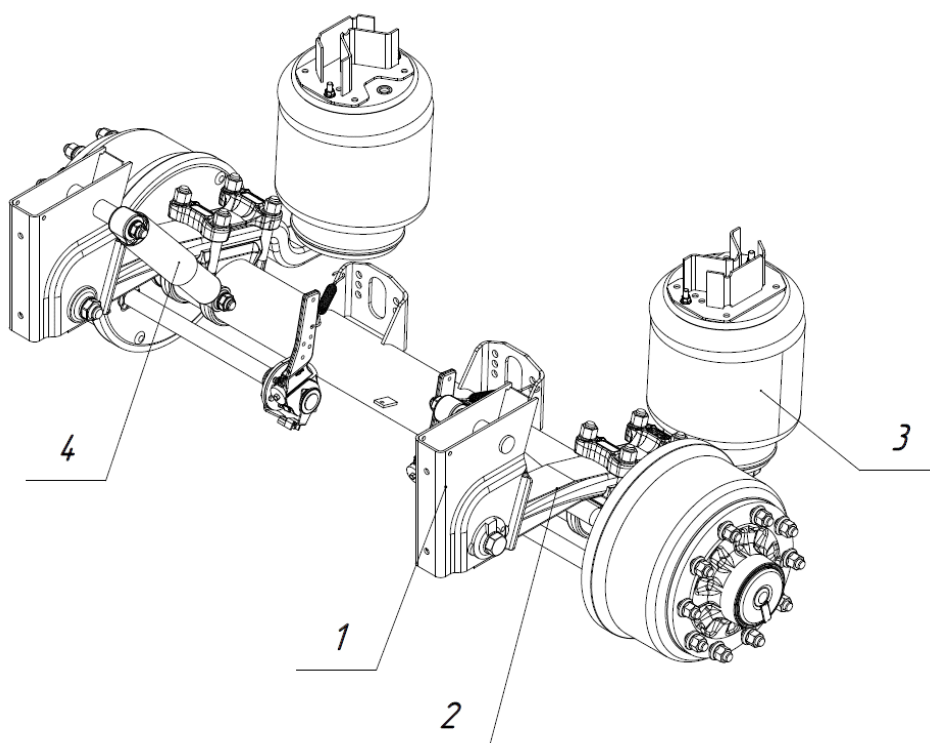

Рис. 2.11 - Осовой агрегат на пневмоподвеске
Пневматическая подвеска (см рис. 2.11) состоит из кронштейнов подвески (1), рычагов (2), амортизаторов (4), пневмобаллонов (3) и пневмосистемы, состоящей из накопительных ресиверов, клапанов, датчиков уровня и трубопроводов подачи воздуха к пневмобаллонам.